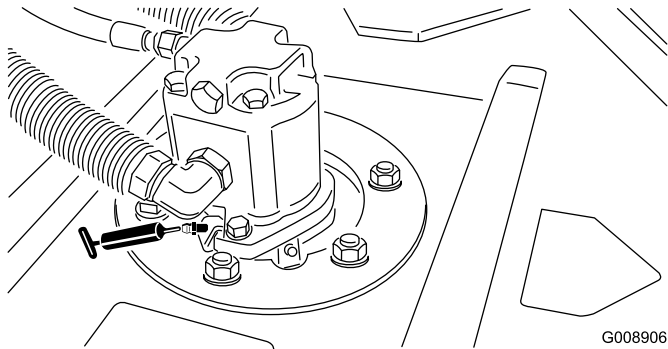

Bild 37
- Spindelwellenlager des Mähwerks (2 pro Mähwerk) (Bild 37)